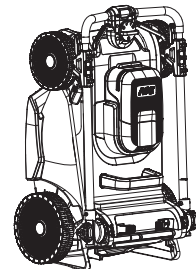

Rys. 25
8. Zaleca się przechowywanie kosiarki z zamontowanym koszem na trawę (7) oraz zainstalowaną wkładką mulczującą (23) (rys. 25).